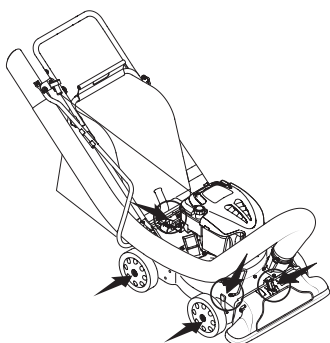

Figura 14
4. Lubrique la palanca del pico / manguera de la aspiradora que la unen a la ménsula de montaje. Ver la Figura 14.